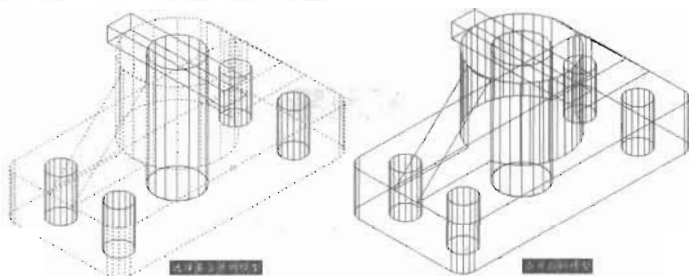

图 15-63
(1) 在命令行中输入 Union 命令，或者单击“建模”工具栏中的“并集”按钮，将如图 15-63（左）所示的 4 个实体合并为一个实体，命令执行过程如下。